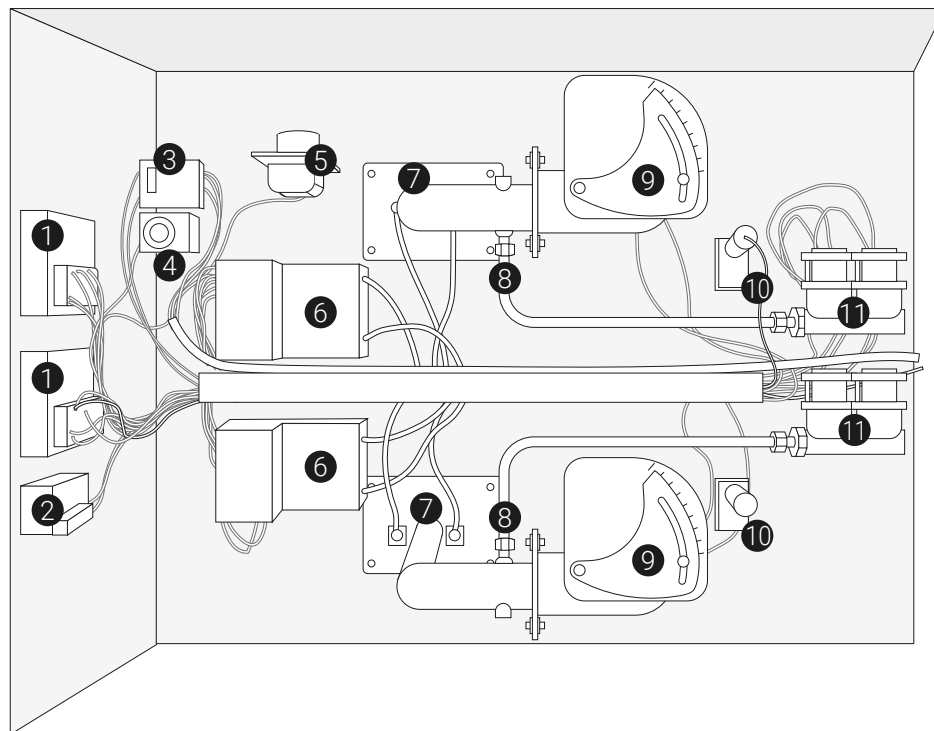

Рис. 7
**9.5.15.** Монтажная панель будет иметь вид, представленный на рис. 7.
**9.5.20.** Осуществить настройку парогенератора путем настройки таймера и термостата (см. рис. 7 поз. 4, 5). Для большинства случаев достаточно термостатом определить температуру 200°C, а таймером 3 секунды. При необходимости увеличить количество пара, выставить большую температуру термостата (например, 220°C) и увеличить продолжительность его подачи до 5 секунд.